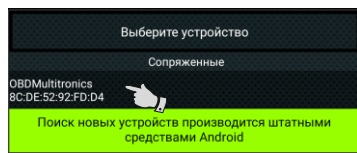

Рис. 2. Выбор сопряженного устройства
3. Откройте программу Multitronics. Во всплывающем окне выберите сопряженное устройство (нажмите на него) (рис. 2). Если при запуске программы всплывающее окно не появилось, на главном экране нажмите «Настройки», затем «Настройки Bluetooth» и выберите сопряженное устройство.